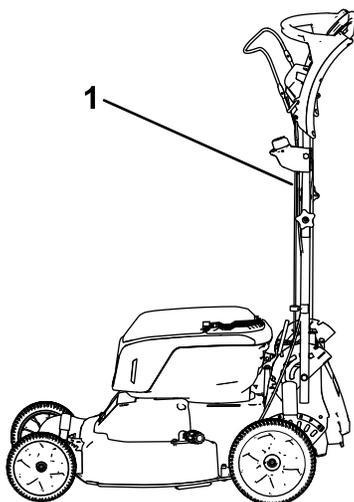

Figure 26
1. Bloquez le guidon en position verticale (Figure 26) ; voir Réglage de la hauteur du guidon (page 18).